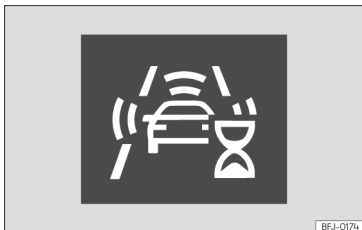

Fig. 117 Pe ecranul panoului de bord: indicarea auto-calibrării inițiale a sistemului.
- În primele momente după cuplarea contactului și pornirea de pe loc, din cauza auto-calibrării inițiale a sistemului. În această perioadă este afișată o pictogramă de stare >>> **fig. 117**.